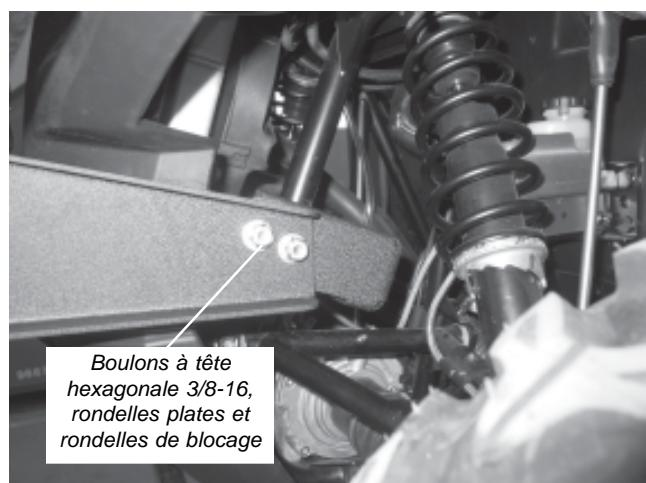

Figure 6
- Alignez les trous du support de montage de cadre de l'ensemble soudé du pare-chocs avec les trous des ailes de la traverse arrière, tel qu'illustre à la figure 6. Fixez le tout sans serrer à l'aide de quatre boulons à tête hexagonale 3/8-16 po, de rondelles plates et d'écrous de blocage. Utilisez une rondelle plate sous la tête du boulon et par-dessus l'écrou de blocage. Servez-vous d'une douille et clé 9/16 po pour serrer de manière lâche.